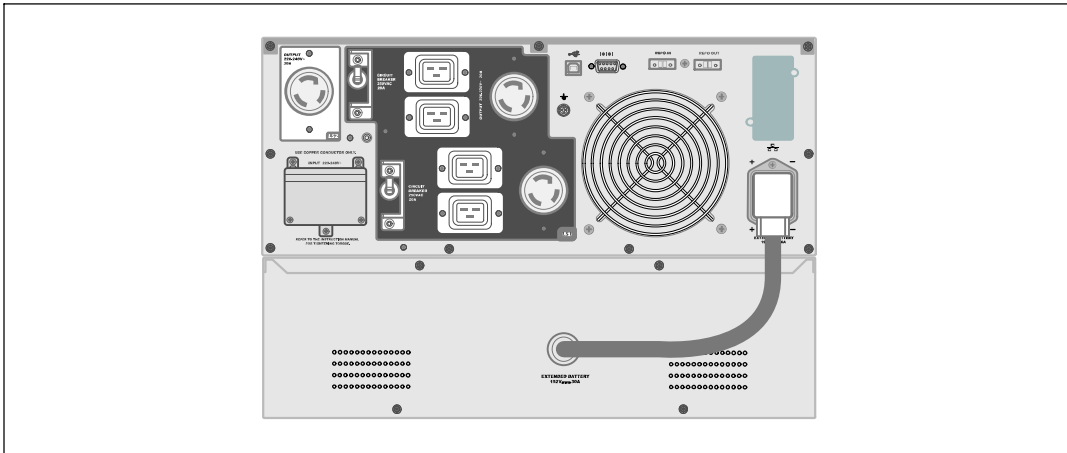

Figure 18. EBM Installation
- 1 Branchez le câble de l'EBM dans le connecteur des batteries de l'onduleur (voir Figure 18).